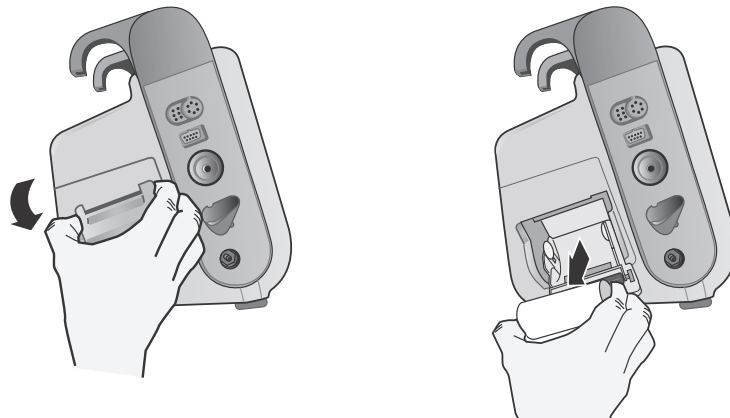

Abbildung 18-1. Öffnen der Druckerklappe und Entfernen des Papiers
- Ziehen Sie an der Druckerklappe, um sie zu öffnen (siehe Abb. 18-1) und entnehmen Sie das Papier.